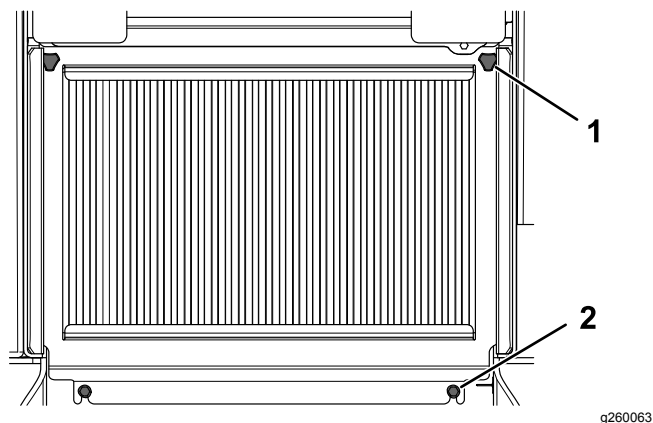

Рисунок 40
2. Ослабьте 2 болта крепления нижней части решетки (Рисунок 40).
3. Ослабьте затяжку 2 ручек на решетке (Рисунок 40).
4. Поднимите решетку и снимите ее (Рисунок 40).